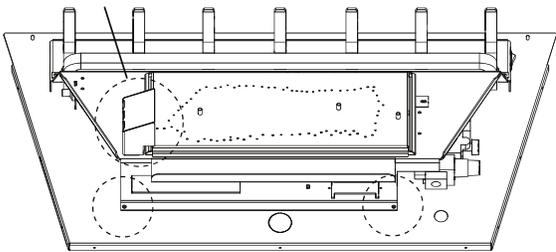
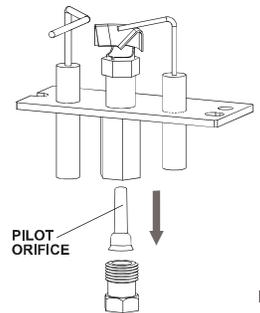

FIG. 1: Vue Arrière de l'Assemblage de Soupape
Fig. 4
2. Retirez les deux vis qui servent à fixer l'assemblage de soupape en place (Fig. 1). Retirez l'assemblage vers le haut, débranchez l'adaptateur d'alimentation du module de contrôle puis soulevez-le hors de l'appareil.
7. Retirez les deux (2) vis sécurisant la veilleuse. **(REMARQUE: Vous devez plier la support pilote jusqu'à pouvoir déposer les vis [Fig. 1]).** À l'aide d'un clé sauvegarde, enlevez le tube de la veilleuse du partie inférieure de la veilleuse (Fig. 4). Enlevez l'injecteur de veilleuse et remplacez-le avec l'injecteur fourni. Rattachez le tube de la veilleuse et l'assemblage de la veilleuse.